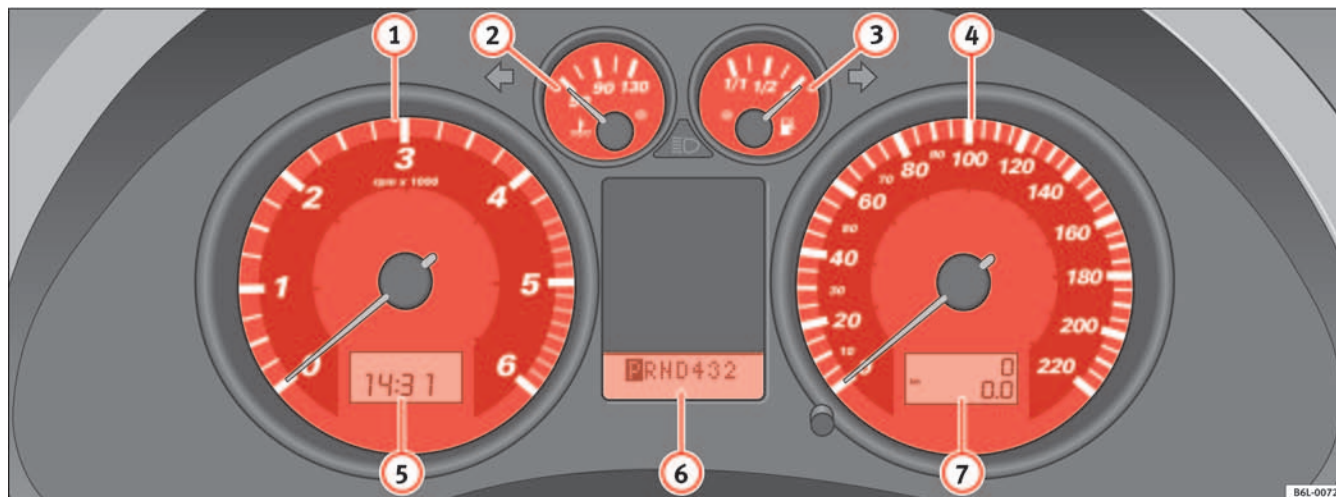

Fig. 31 Detalle del tablero de instrumentos: cuadro de instrumentos
El principio de la zona roja ⇒ página 56, fig. 31 ① indica el régimen máximo de revoluciones del motor funcionando a temperatura de servicio. Antes de alcanzar dicha zona se debe cambiar a una marcha más larga, colocar la palanca selectora en D o levantar el pie del acelerador.
- Para ajustar las horas, gire el botón $\Rightarrow$ página 56, fig. 31 ⑤ hacia la izquierda hasta el tope. Si gira el botón brevemente hacia la izquierda, se avanza una hora.